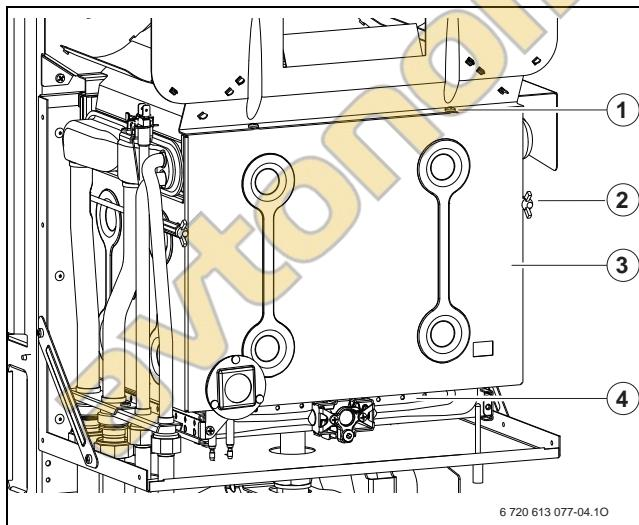

Рис. 30 Открывание горелки
- Снять переднюю стенку камеры сгорания и горелку (→ рис. 30).